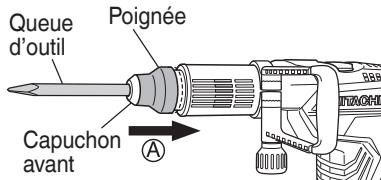

Fig. 5
Comme illustré sur la Fig. 5, faire coulisser la poignée dans le sens de (A) et extraire l'outil.